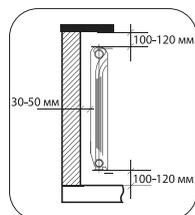

Рис. 2.
1. Для эффективной работы радиатора необходимо соблюдать монтажные расстояния, указанные на рис. 2.